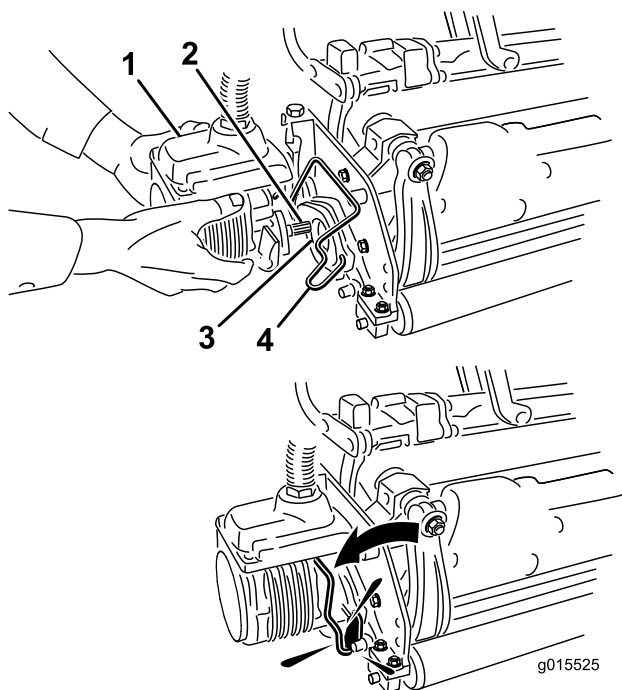

図 34
6. カuttingユニット用モータのスプライン・シャフトにきれいなグリスを塗りつける（図 34）。
7. モータを、カuttingユニットの左側（運転席から見て）に取り付け、カuttingユニットについているモータ固定バーを、モータの上から被せるようにセットし、モータの左右から「カチッ」というロック音が聞こえるまで押し下げる（図 34）。